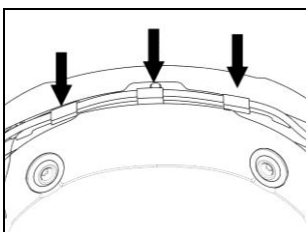

Fig. 34
- Colocar el cableado y la antena en la parte trasera del casco (Fig. 34).